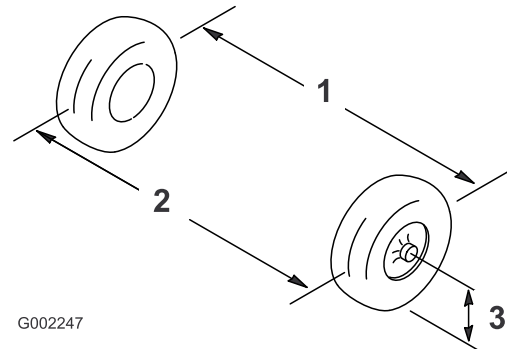

图 91
- 以轮轴的高度为标准测出前轮的轮前距离和轮后距离图 91。